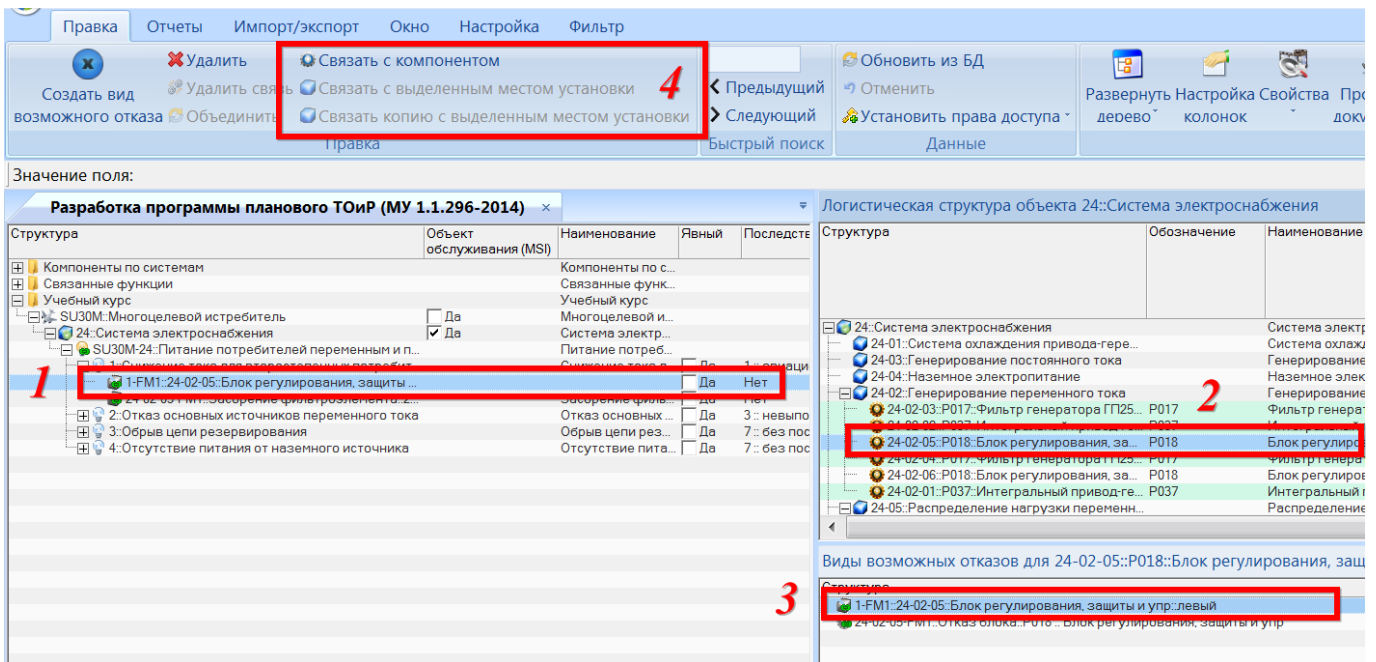

Рис. 11-83 – Установление связи КО с месторасположением компонента в ЛСИ
- 6) нажать одну из следующих кнопок панели «Правка» (рис. 11-83):